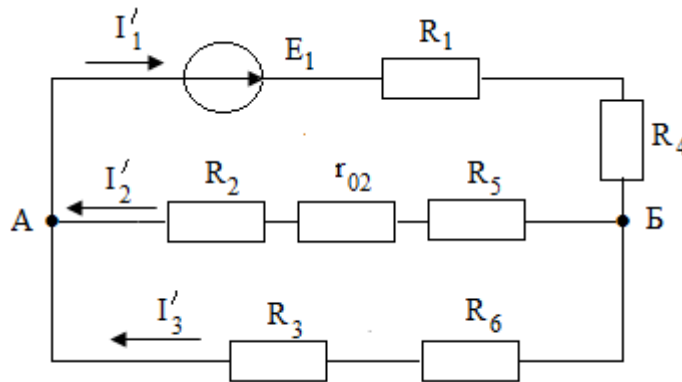

Рисунок 6.2
1. Удалим источник E_2 , но оставим его внутреннее сопротивление в ветви r_{02} (рис. 6.2)
1.1 Определим эквивалентное сопротивление для цепи рисунок 6.2.